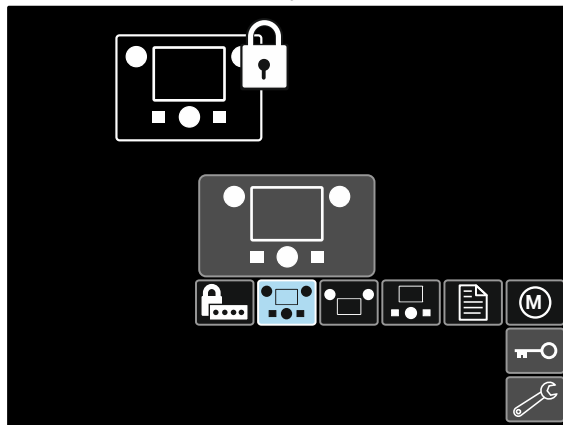

Abb. 44
- Mit dem Einstellungsregler [11] markieren Sie das Element, das gesperrt wird, zum Beispiel alle Schnittstellenelemente – siehe Abb. 44.